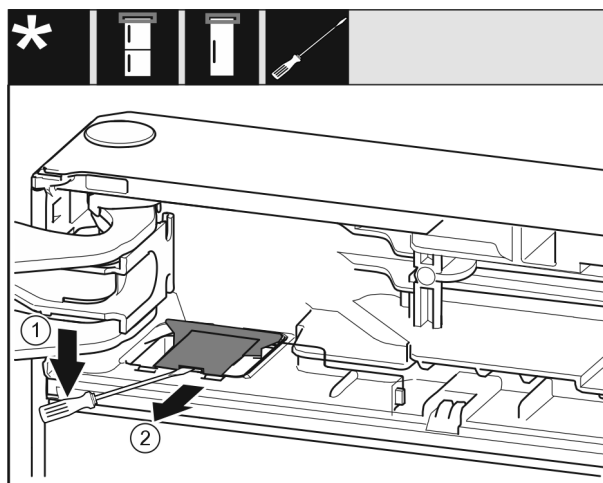

Fig. 10
- ▶ Disinnestare il coperchio con un cacciavite a testa a intaglio e sollevarlo. Fig. 10 (1)
- ▶ Estrarre la copertura. Fig. 10 (2)